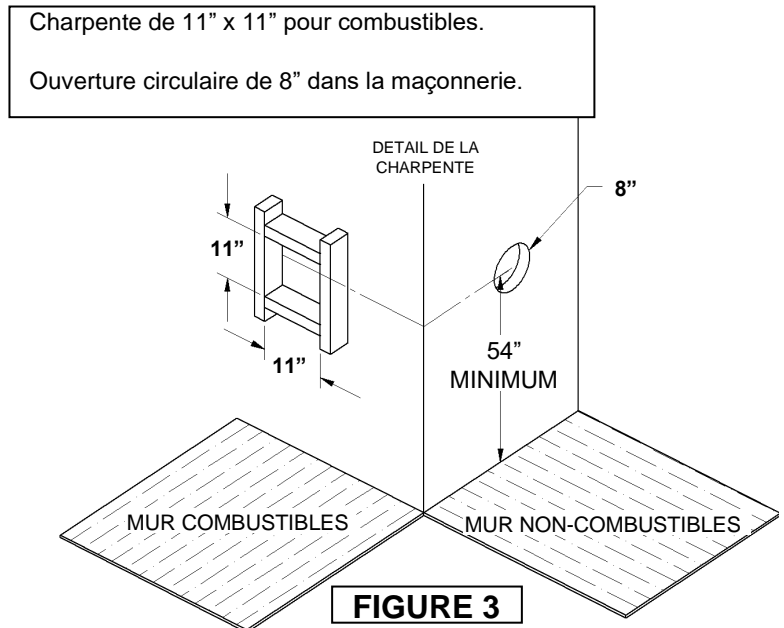

FIGURE 3
1. Voir **Le tableau de conduits horizontaux** pour déterminer la distance minimale entre le plancher du foyer et le centre de l'évent. Percez le mur en prévoyant un espace pour un manchon de 11po x 11po (diamètre intérieur) pour les murs combustibles et un manchon de 8po de diamètre pour les murs non combustibles. (voir figure 3)